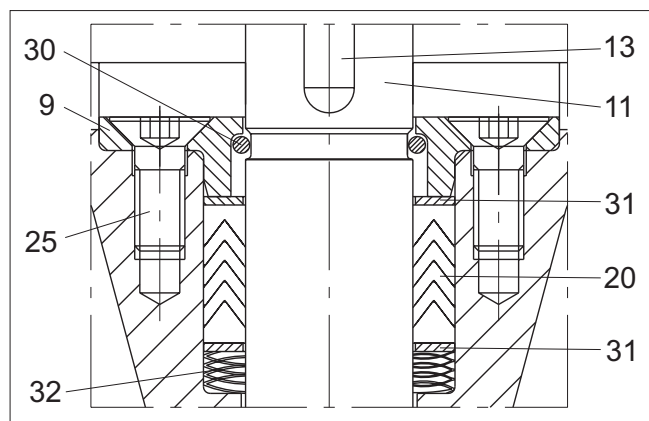

Abb. 18 Stopfbuchsenpackung, RA
In der Stopfbuchsenpackung, V-Ring Set (20), wird die Dichtigkeit durch den von der Druckfeder (32) verursachten Druck sichergestellt. Siehe Abb. 18.